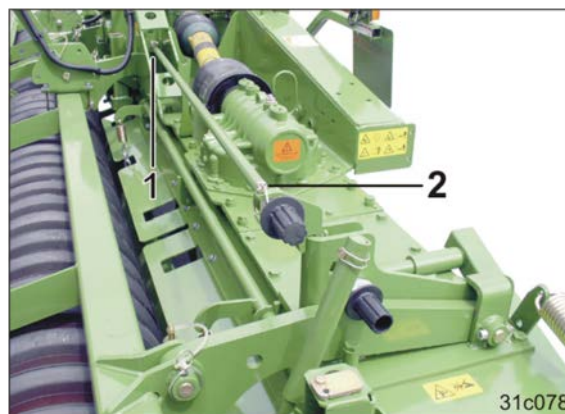

Fig. 65
6. Isæt dybdereguleringsboltene (Fig. 65/1).
7. Foretag sikring af trækstangen med ringsplitter (Fig. 65/2).